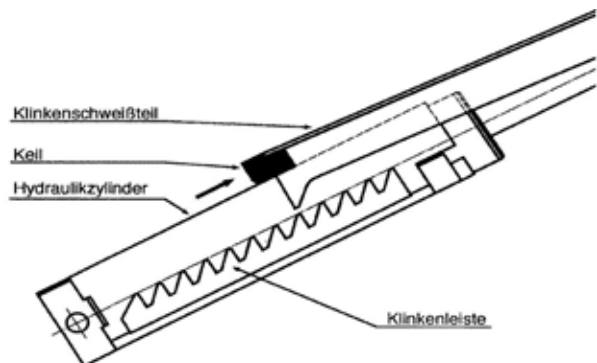

Bild 3: Keil einlegen
- Die Sicherheitsklinke manuell anheben. D.h. Es muss ein geeigneter Gegenstand (z.b. Keil siehe Bild 3) zwischen den Hydraulikzylinder und den Klinke gelegt werden. Der Zahn der Klinke kann dadurch nicht mehr einrasten. Diese Maßnahme muss an beiden Hydraulikzylindern vorgenommen werden.